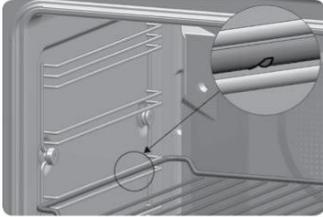

图 4
2. 栅格烤架和烤盘上带止动卡槽防止烤盘或者烤架意外颠覆或滑落。卡槽的位置朝烤箱背部向下放置。如图 4。